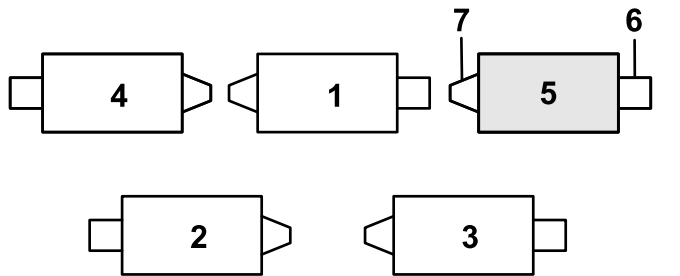

図 11
- 1. 補正スプリングのロッドの後穴にヘアピンが取り付けられている場合は、ヘアピンを外してブラケットの隣にある穴に移す 図 11。